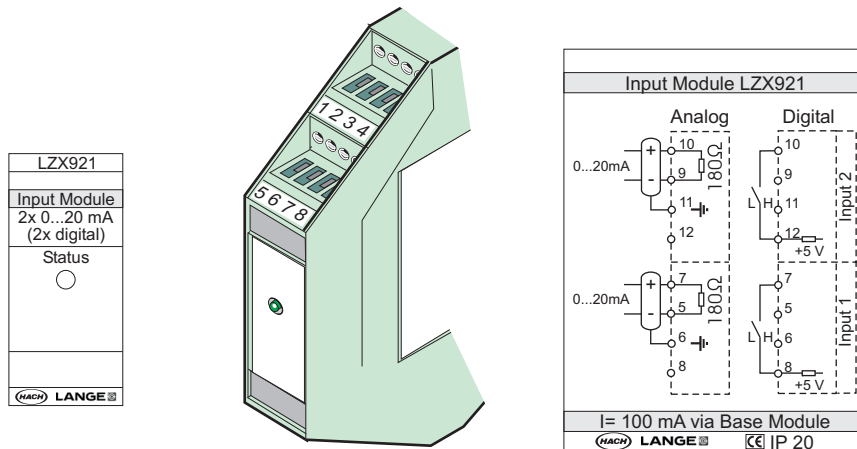

Рисунок 80 Внешний модуль ввода
3. Выполните соответствующие соединения, как показано на Рисунок 80 и Таблица 53.